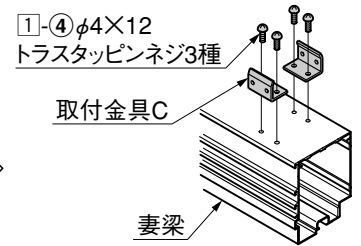

図3-4
- ② 加工した妻梁に取付金具Cを①-④で組付けてください。(図3-4参照)